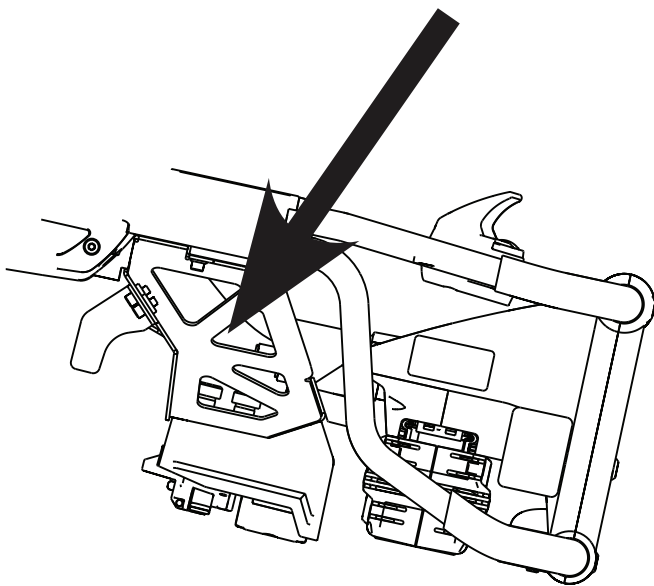

Figur 26 – Hev infusionsstativet og posisjoner defibrillatorbrettet (modell 6506 vist)
3. Hvis produktet er utstyrt med et infusjonsstativ, må man heve det (A) til oppreist stilling (Figur 26).
5. Posisjoner de indre bena (B) på defibrillatorplattformen mot hodeenden av produktet (Figur 26).